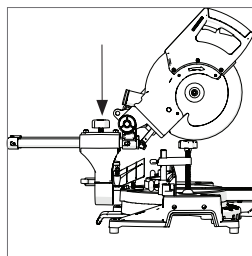

Fig. 24
- Serrer la vis de verrouillage du chariot. (**Fig. 24**)